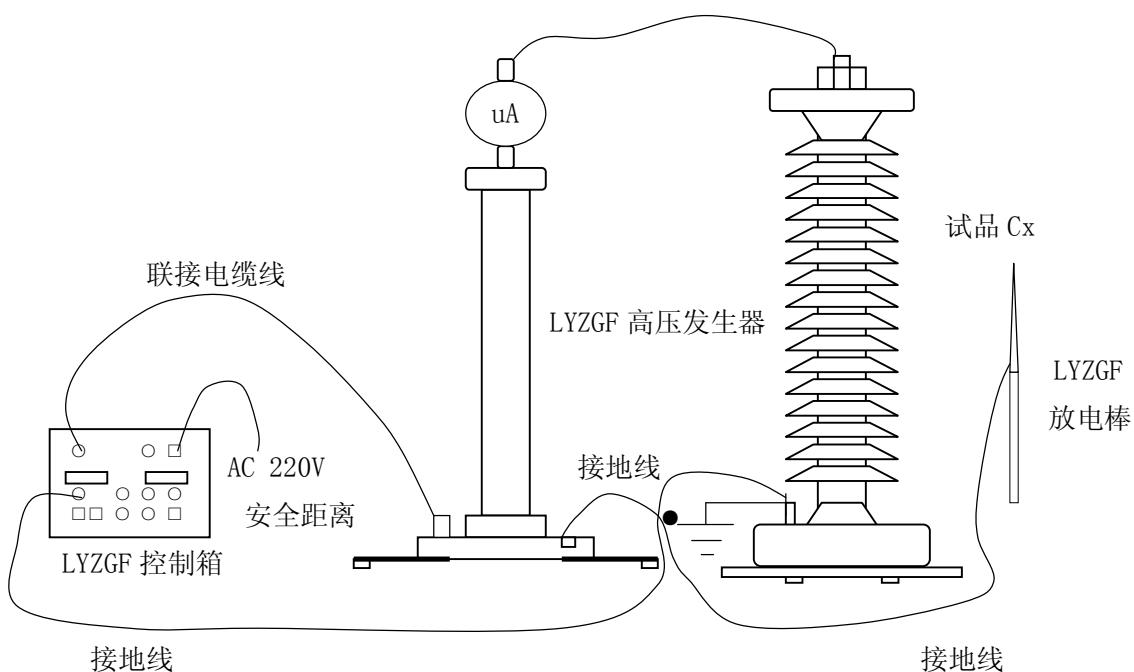

图 6 试品试验接线示意图及接地线联接方法
- 试验前请检查所有试验接线、控制箱、倍压筒和试品的接地线是否接好。试验回路接地线应按本说明书（图 6）所示，一点接地。
- (1) 直流发生器在使用前应检查其完好性, 联接电缆线不应有断路和短路, 设备无破裂等损坏。
- (2) 将机箱、倍压筒放置到合适的安全的位置, 分别联接好电源线、电缆线和接地线。保护接地线与工作接地线以及放电棒的接地线均应单独接到试品的地线上(即一点接地)。严禁各接地线相互串联使用, 以免击穿时地电位抬高形成反击, 损坏仪器。(见图 6)